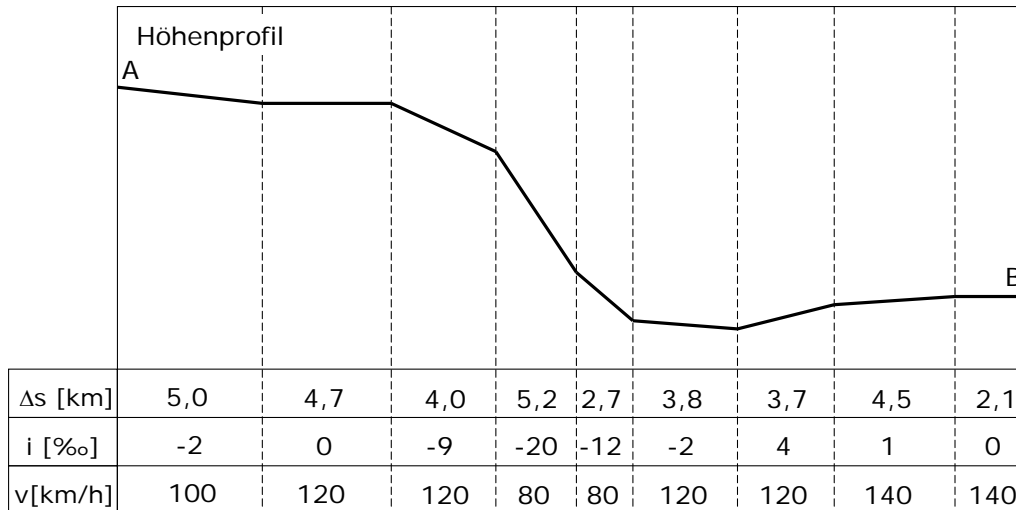

Abbildung 2.1: Streckenprofil für die Fahrt des Triebwagens von A nach B
- Das Fahrzeug durchfährt die in Abbildung 2.1 dargestellte Strecke von A nach B. Es wird angenommen, dass die auf dem Fahrzeug installierte Antriebsleistung ausreicht, um die Soll-Geschwindigkeit zu erreichen. Prüfen Sie, auf welchen Streckenabschnitten im Gefälle die zulässige Geschwindigkeit nur eingehalten werden kann, wenn eine Beharrungsbremse eingeleitet wird. Bestimmen Sie für jeden Abschnitt die erforderliche Bremskraft und Bremsleistung sowie die an den Bremsen umgesetzte Energie.